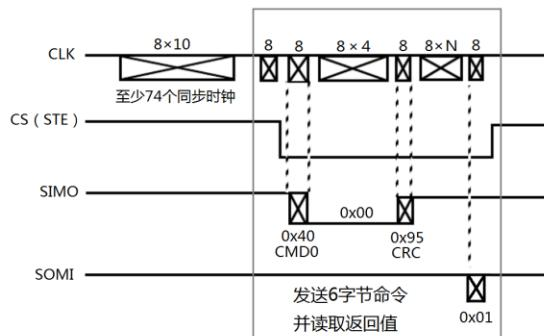

图 11.7 SD 卡的复位时序
- 1) 图 11.7 中框选部分可整体看成是“发送 6 字节命令并等待返回值”，这个可直接调用前面编写的 Write_Command_SD() 函数，以后我们不再在时序图中特别框选这部分